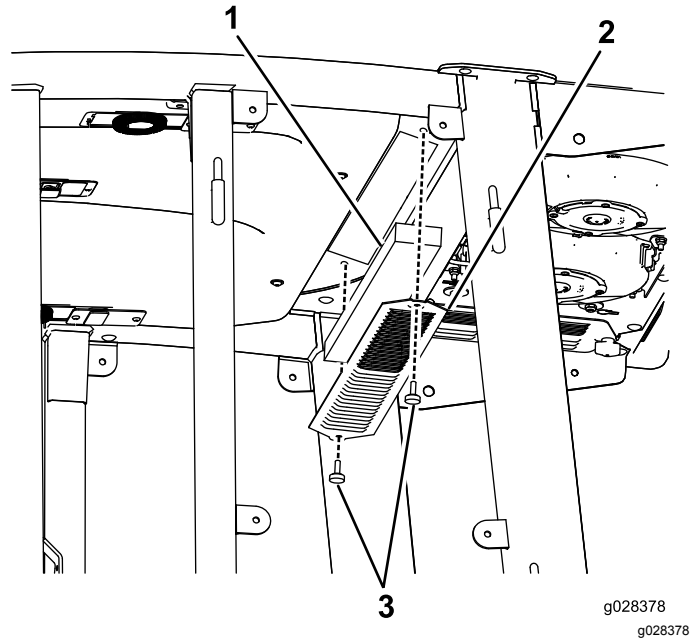
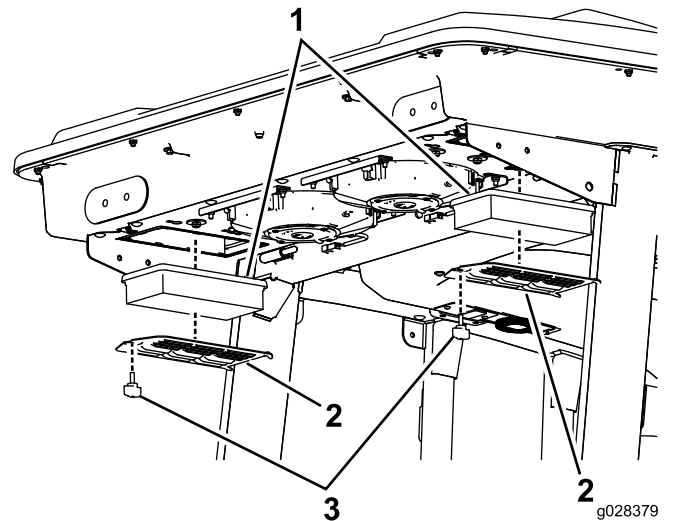
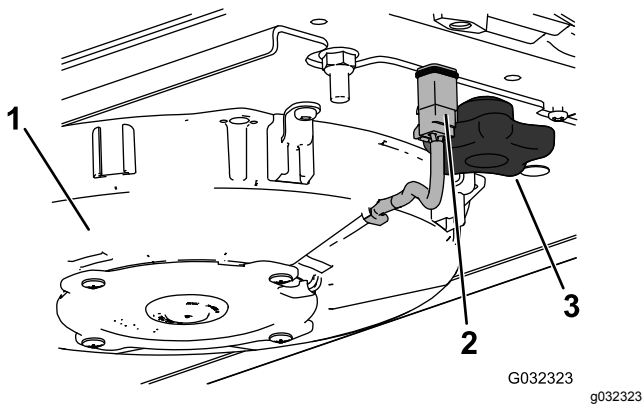
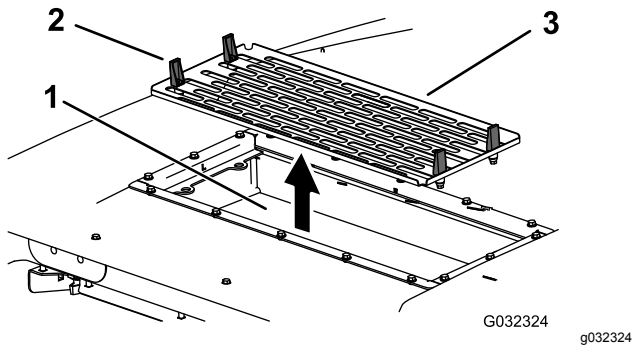

Figura 148
Figura 149
Figura 150
Figura 151
1. Retire los tornillos y las rejillas que cubren el filtro interior y el trasero de la cabina (Figura 148 y Figura 149).
2. Desconecte el cable de cada ventilador (Figura 150).
4. Abra los cuatro cierres del conjunto del aire acondicionado y retire la rejilla (Figura 151).
5. Retire los filtros de aceite (Figura 149).
7. Instale los filtros de aire, la rejilla y el conjunto del ventilador (Figura 149, Figura 150 y Figura 151).
8. Conecte el cable de cada ventilador (Figura 150).